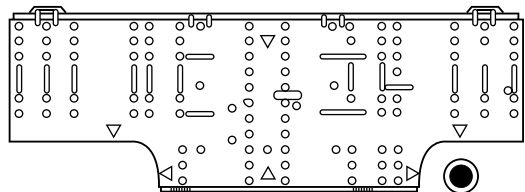

Fig. 3-19
- (1) Fije el panel posterior a la pared con los 10 tornillos suministrados. (Fig 3-19)